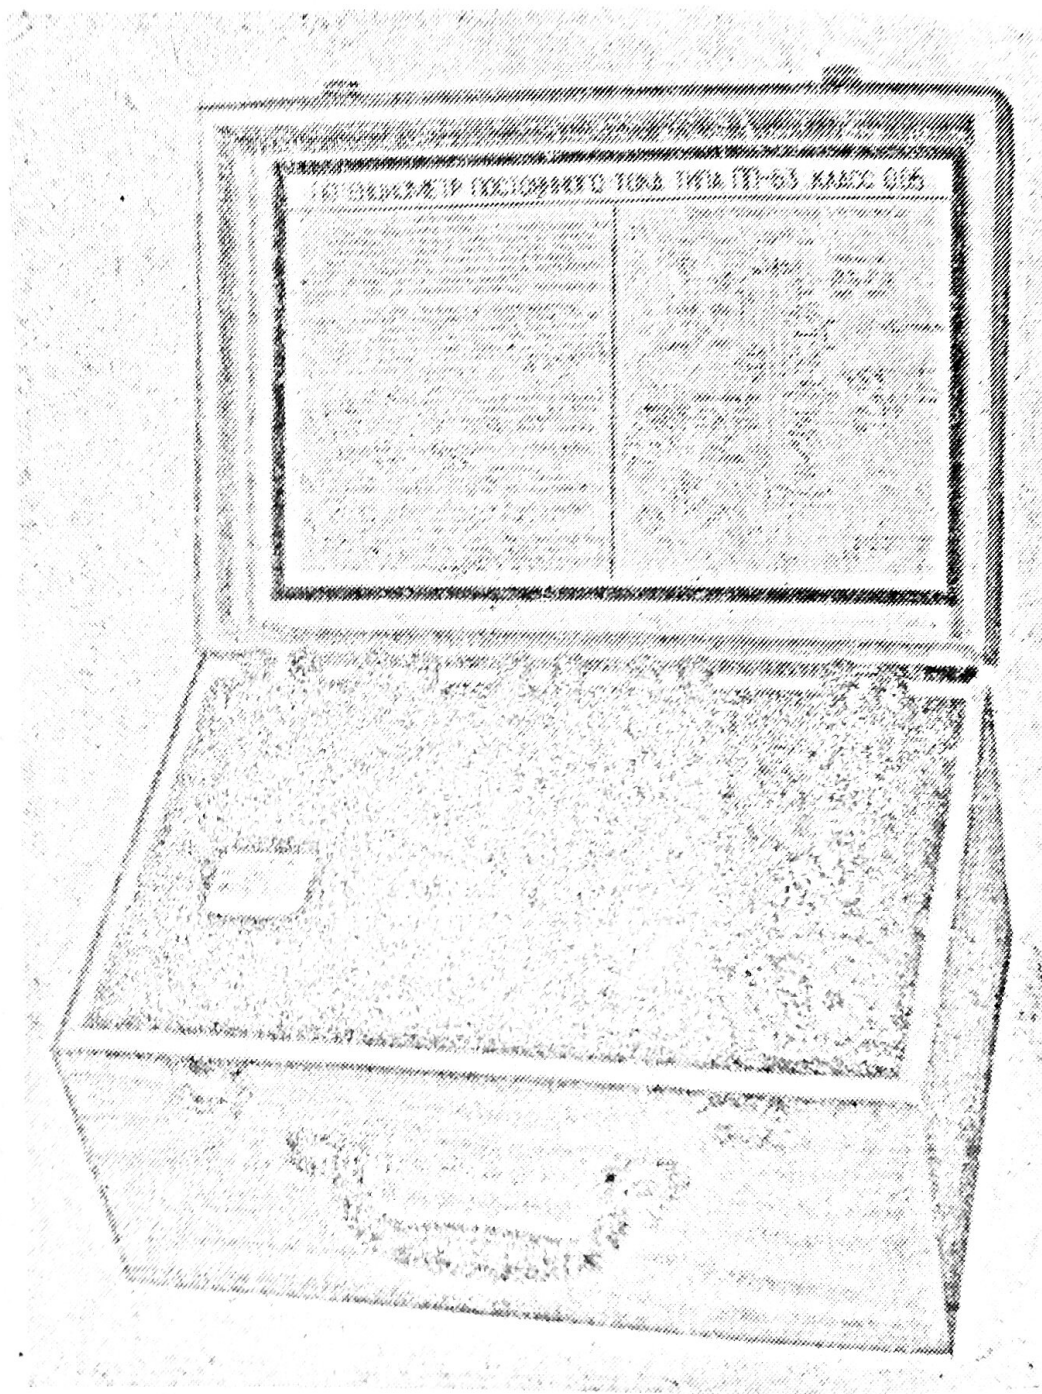

Рис. 1.
5. 1. Общий вид потенциометра приведен на рис. 1.